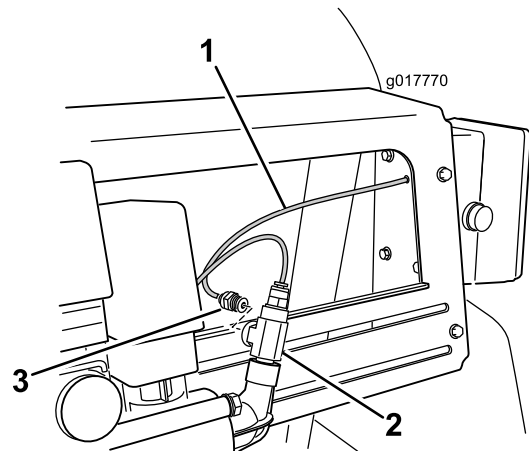

Figure 7
3. Localisez le tube rouge de manomètre qui sort de l'arrière du boîtier de commande et raccordez-le à l'ouverture du raccord en T (Figure 7).